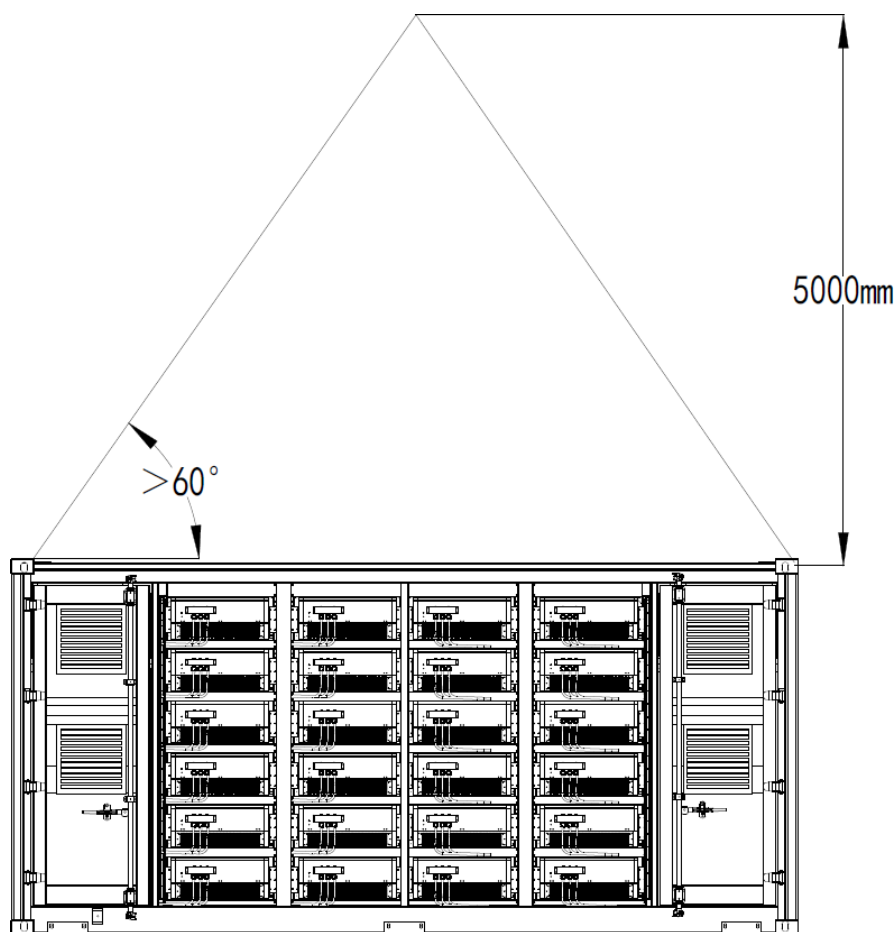

Figura 4-4 Diagrama esquemático do manuseio com guindaste
- A linga utilizada deve ter uma capacidade de carga superior a 10 toneladas e um comprimento de mais de 6,5 metros. Devem ser utilizadas quatro lingas, uma fixada em cada canto do contentor PCS. O ângulo entre cada linga e o equipamento não deve ser inferior a 60° (Figura 4-4), e a capacidade de carga total das quatro lingas deve ser de, pelo menos, 40 toneladas.